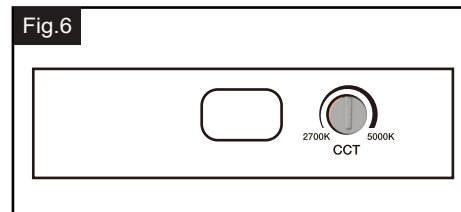

Fig. 6
Nota: Puede ajustar el color CCT (2700K ~ 5000K) usando la perilla de color CCT (2700K ~ 5000K) en la placa trasera. (Vea la Fig. 6)
- Nota: Puede ajustar el color CCT (2700K ~ 5000K) usando la perilla de color CCT (2700K ~ 5000K) en la placa trasera. (Vea la Fig. 6)**